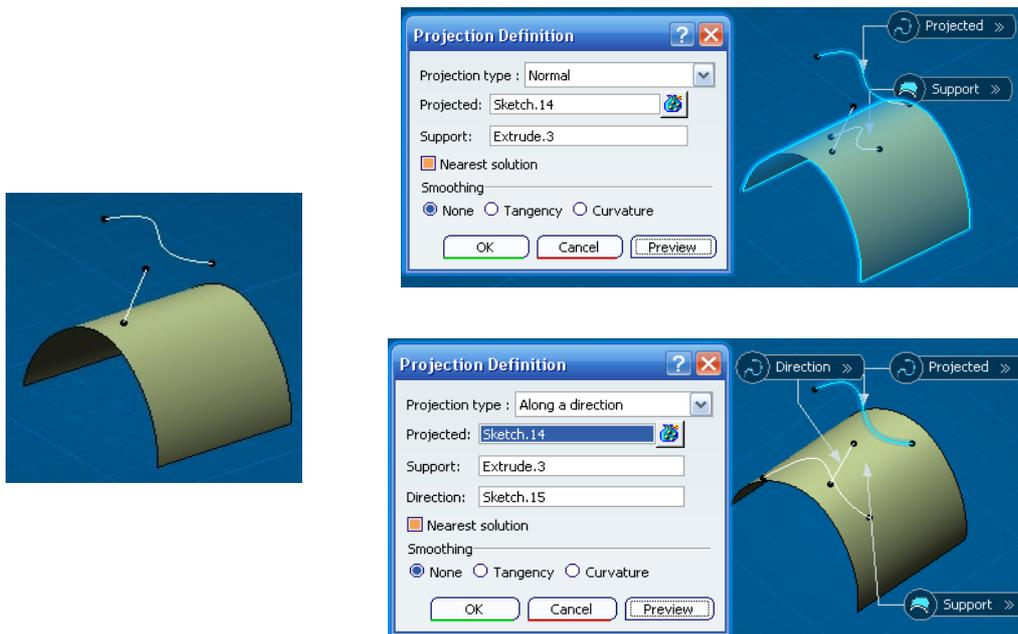

Ilustración 433: Ejemplo de proyección normal y según una dirección.
**Projection (Curva proyección).** Esta operación permite proyectar un elemento sobre otro elemento soporte. Se podrán proyectar puntos sobre curvas o curvas sobre superficies. Es una operación muy sencilla en la que sólo habrá que seleccionar el elemento a proyectar, el elemento soporte y la dirección de la proyección, que puede ser normal o según una dirección a especificar por una línea, esto se elige en el campo *Projection type*. En el siguiente ejemplo (Ilustración 433), se proyectará una curva sobre una superficie, se ha dibujado previamente una superficie, una curva y una línea para definir una posible dirección de proyección.